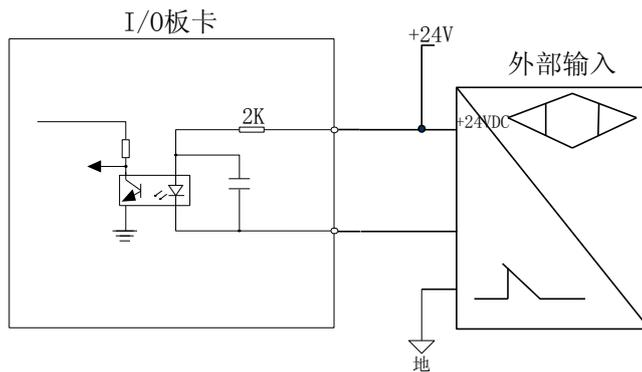

图 1-5 输入开关量连接光电开关或接近开关
开关量输入信号可以与 NPN 型常开 (NO) 或常闭 (NC) 型的光电开关或接近开关连接，连接方式见图 1-5 所示：